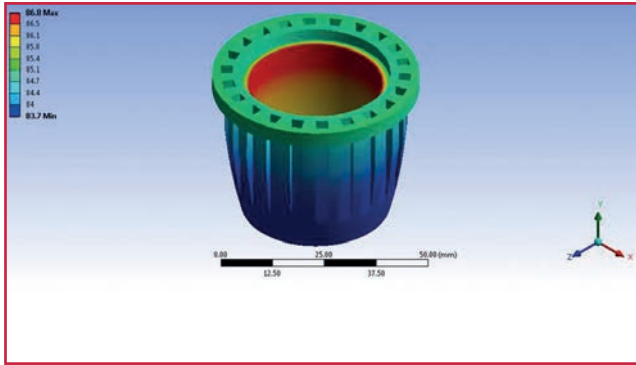

Fig. 2 - LED housing with metal heat sink and plastic insert
freedom for the user. With these unique properties, BN can be the best overall choice for use in thermal management applications where electrical insulation is also required. One typical application for BN-filled plastics is LED lamps for residential use. To enable the highest efficiency of the LED chip, it needs to stay cool. Early bulbs were manufactured with a housing that included a plastic insert around the LED bottom section and was covered with a metal heat sink (Fig. 2). Using Momentive BN powder in a polymer, this multi-part, costly construction can be
*morbida e liscia, per cui non c'è alcun impatto negativo sui macchinari e sugli strumenti di processo. Ed essendo bianco, il BN permette la più completa libertà di colore all'utilizzatore. Grazie a queste proprietà uniche, il BN può essere la migliore scelta in assoluto per l'uso in applicazioni di gestione termica ove sia richiesto anche l'isolamento elettrico. Tipiche applicazioni di materie plastiche riempite con BN sono le lampade a LED per uso residenziale. Per permettere la più alta efficienza dei LED, il chip deve restare freddo. Le prime lampade venivano fabbricate con un alloggiamento che includeva un inserto plastico intorno alla sezione inferiore del LED, coperto con un dissipatore di calore a matrice metallica (Fig. 2). Grazie al BN in polvere di Momentive additivato al polimero, quello che in origine sarebbe un assemblato multi-componente e costoso può essere riprogettato. Come? Impiegando materiale plastico sia per l'alloggiamento sia per la componente di dissipazione termica. Il confronto di trasferimento di calore tra le due soluzioni (metallo vs. plastica al BN) è illustrato in Figura 3. Comparando i due diversi tipi di manifattura per un alloggiamento di lampade LED, la Figura 4 mostra che quella basata sul BN (a destra) è 13°C più*